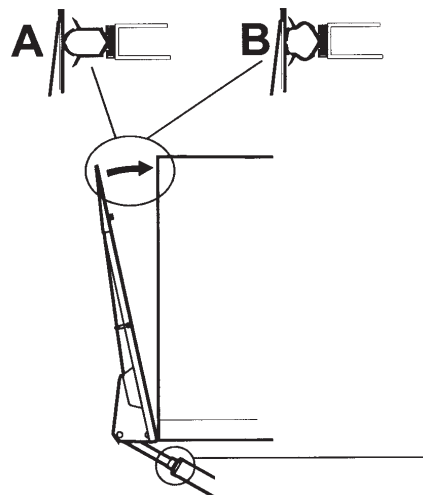

Abb.36. Einstellung der Anliegefläche am Aufbau
4. Das Einstellgewinde so drehen, dass die Ladebordwand genau auf die Dichtung des Aufbaus trifft. Abb.36.
9. Beide Zylinder abwechselnd einstellen, sodass die Bordwand am Aufbau anliegt, siehe Abb.36 (B).